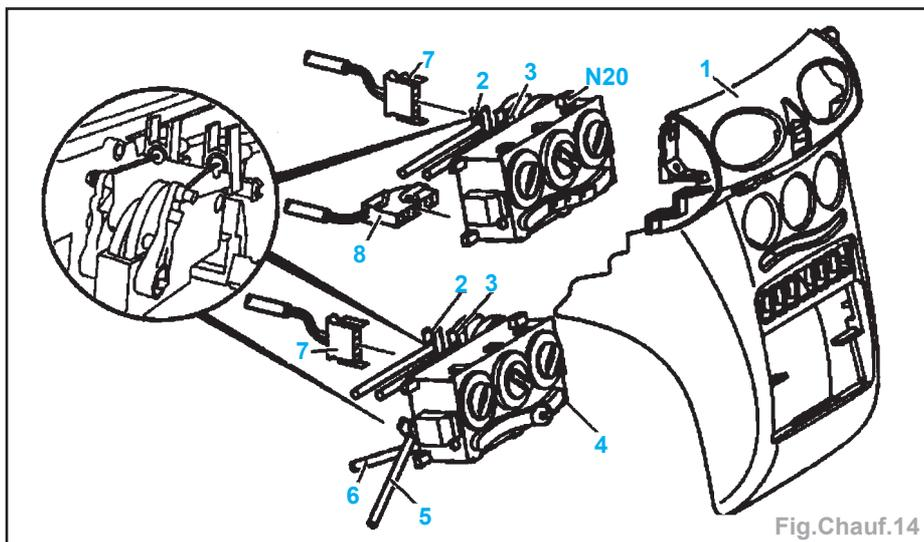

Fig. Chauff.14
- Déposer le recouvrement (1) de console centrale à l'avant (Fig. Chauff.14).
- la fiche (7).